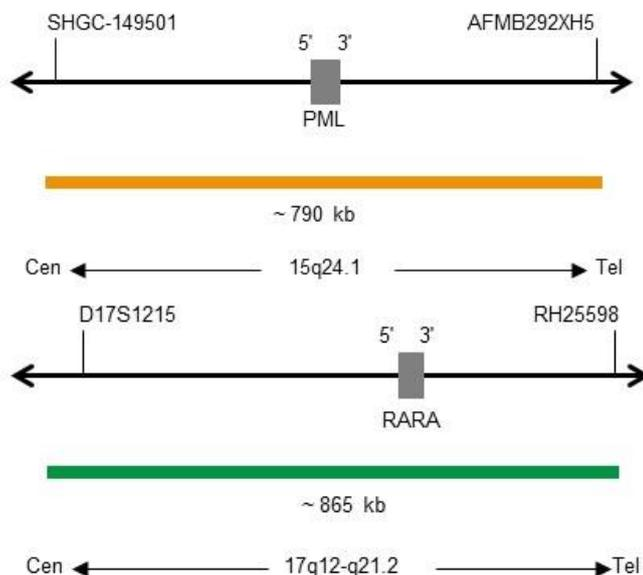

Abb. 1: Oben: SPEC PML Sondenlokalisierung; Unten: SPEC RARA Sondenlokalisierung (nicht maßstabsgetreu)
- ZyGreen (Anregung 503 nm/Emission 528 nm) markierten Polynukleotiden (~12,0 ng/ μ l), die gegen Sequenzen in 17q12-q21.2* (chr17:37,953,503-38,818,030) gerichtet sind (siehe Abb. 1).
- ZyOrange (Anregung 547 nm/Emission 572 nm) markierten Polynukleotiden (~6 ng/ μ l), die gegen Sequenzen in 15q24.1* (chr15:73,910,690-74,699,298) gerichtet sind (siehe Abb. 1).